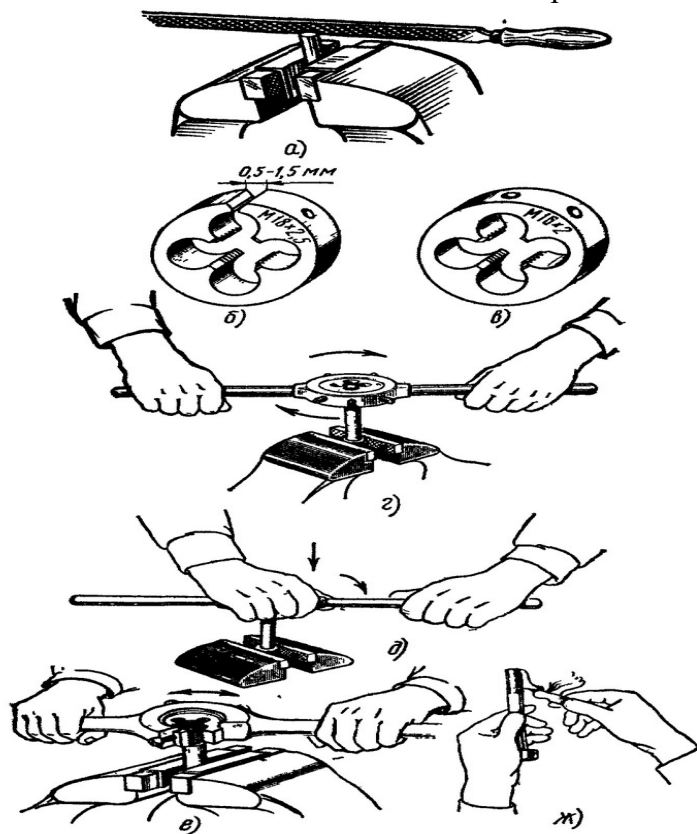

Рис. 87. Нарезание резьбы плашками:
4. На конце стержня сделать фаски (рис. 87,а), ширина немного больше, чем высота нитки резьбы (для обеспечения врезания).